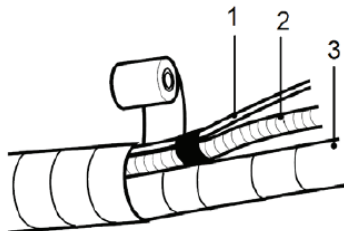

Fig. 25 -
- Na het omwikkelen van de buizen met beschermend materiaal, verbindt u de elektrische verbindingskabel (1-"Fig. 25 -"), de condensafvoerpijp (2-"Fig. 25 -") en de pijpen (3-"Fig. 25 -") met elkaar.